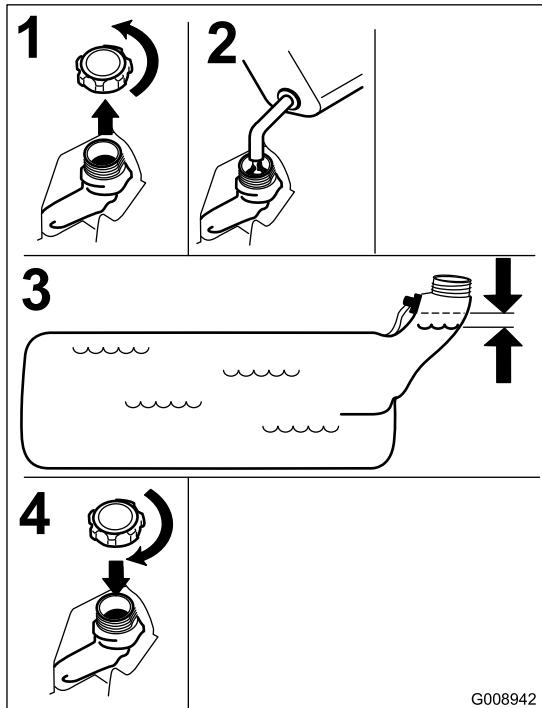

Figura 7
3. Llene el depósito de combustible. Asegúrese de que queda espacio por debajo del respiradero, según se muestra en Figura 7.